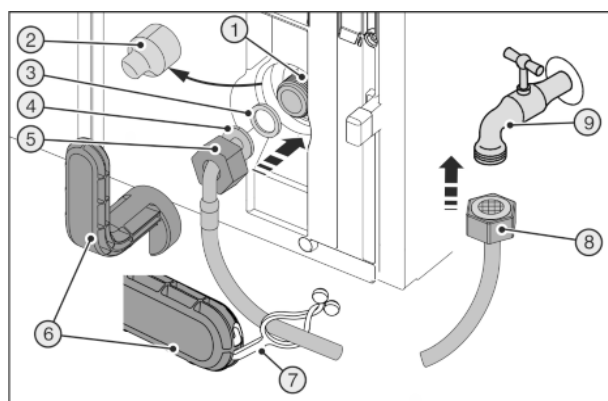
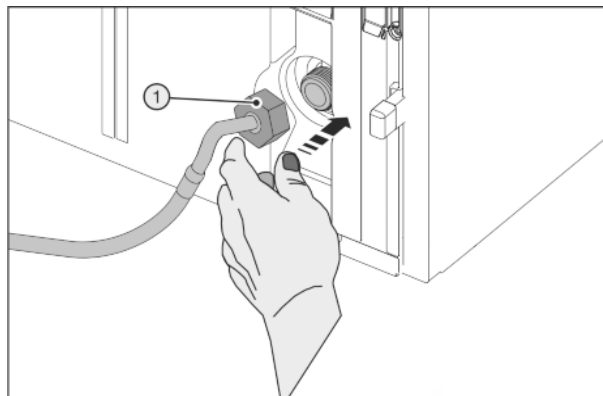

Fig. 45
Fig. 46
Zerbrochenes Hilfswerkzeug Fig. 45 (6)!
- Hilfswerkzeug Fig. 45 (6) ausschließlich bei Raumtemperatur verwenden.
- Abdeckung Fig. 45 (2) abziehen.
- Erleichterte Montage: Gerades Schlauchende Fig. 45 (8) nach links auf den Boden auslegen.
- Mutter Fig. 45 (5) über abgewinkeltes Schlauchende Fig. 45 (4) bis zum Ende schieben und festhalten.
- Dichtung Fig. 45 (3) befeuchten und in Mutter Fig. 45 (5) andrücken.
- Dichtung Fig. 45 (3) liegt flach an und wird leicht gehalten.
- Mutter Fig. 46 (1) vorsichtig ansetzen und mit zwei Fingern gerade auf Gewinde schrauben, bis ein sicherer Sitz erreicht ist.
- Mutter Fig. 46 (1) mit Hilfswerkzeug Fig. 45 (6) im Uhrzeigersinn festziehen bis maximales Drehmoment erreicht ist und Hilfswerkzeug Fig. 45 (6) überdreht.
- Mutter Fig. 45 (8) auf Absperrhahn Fig. 45 (9) schrauben.
- Mutter Fig. 45 (8) mit Hilfswerkzeug Fig. 45 (6) im Uhrzeigersinn festziehen bis maximales Drehmoment erreicht ist und Hilfswerkzeug Fig. 45 (6) überdreht.
- Absperrhahn Fig. 45 (9) der Wasserzuführung öffnen und gesamtes Wassersystem auf Dichtigkeit prüfen.
- Lasche Fig. 45 (7) in Hilfswerkzeug Fig. 45 (6) einhaken und zur Aufbewahrung am Edelstahlschlauch befestigen.